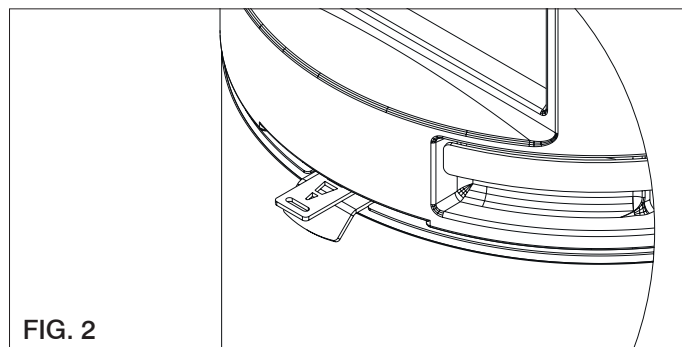

FIG. 2
**- Position Intermédiaire (fig. 2)**